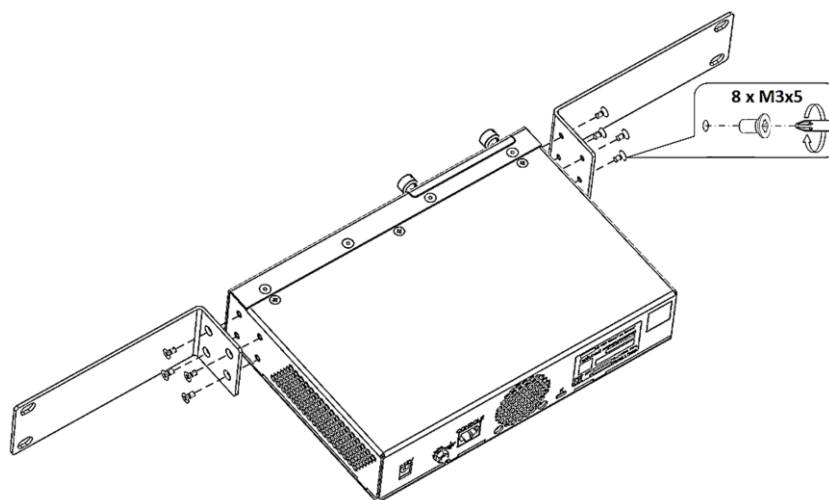
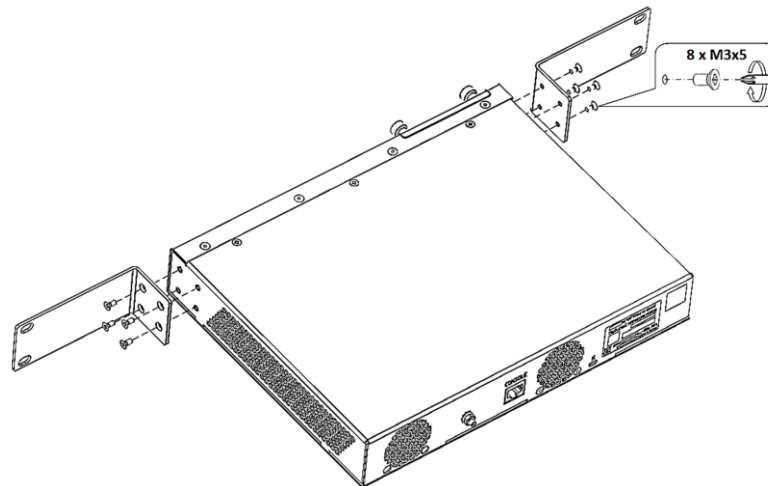
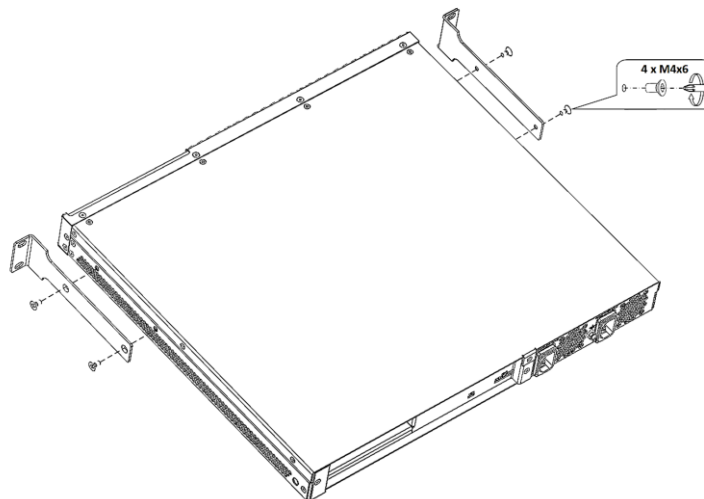

Рисунок 51 – Крепление кронштейнов из комплекта для монтажа в стойку
Рисунок 52 – Крепление кронштейнов из комплекта для монтажа в стойку
Рисунок 53 – Крепление кронштейнов из комплекта для монтажа в стойку
- прикрепите кронштейны винтами к корпусу с помощью отвертки (Рисунок 51, Рисунок 52, Рисунок 53).